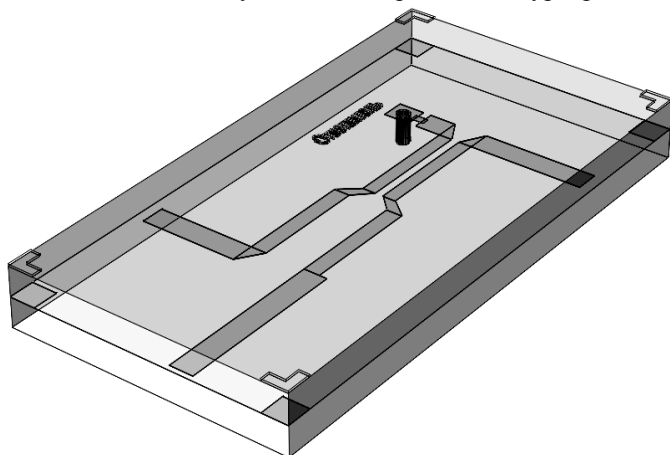

Рис. 5.109
12. Щёлкните по значку **New Schematic 3d View** на панели инструментов. Трёхмерное представление структуры будет иметь вид, показанный на рис. 5.109.